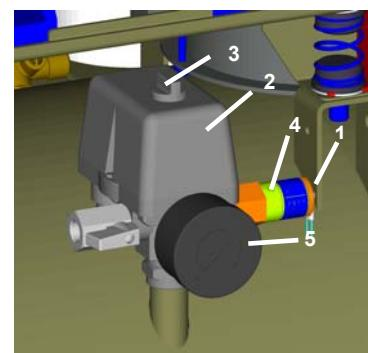
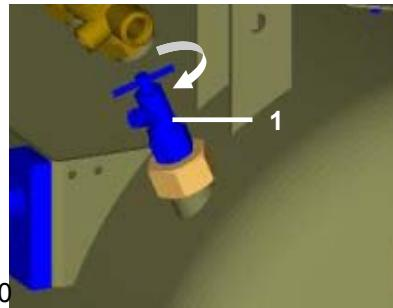

Рис.9
Рис.10
(Рис.9)
Компрессоры (Рис.10)
В том случае, если компрессор не будет применяться длительное время, рекомендуется слить конденсат из напорного резервуара и компрессор потом запустить в эксплуатацию примерно на 10 минут с открытым клапаном для слива конденсата (1) (Рис.10). Потом выключить компрессор выключателем (3) на реле давления (2) (Рис.9), закрыть клапан для слива конденсата и отсоединить оборудование от электросети.
- Отсоединить оборудование от электросети. Выпустить давление воздуха в напорном резервуаре, открывая клапан для выпуска конденсата (1) (Рис.10).